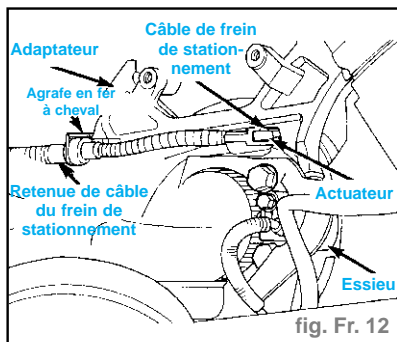

fig. Fr. 12
- Déposer l'agrafe en fer à cheval de la retenue de l'extrémité du câble du frein de stationnement (fig. Fr. 12).
- Poser l'extrémité du câble du frein de stationnement sur le levier actionneur de frein de stationnement (Fig. Fr. 12).
- Poser une agrafe en fer à cheval NEUVE sur la retenue du câble du frein de stationnement entre la retenue du câble et l'adaptateur. L'agrafe doit être posée avec la partie incurvée vers le haut et le bord de cette partie incurvée vers l'arrière du véhicule (Fig. Fr. 12).